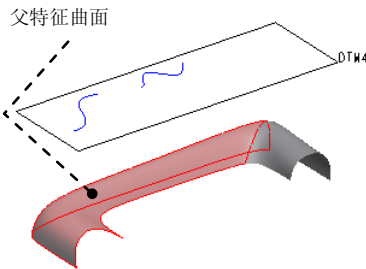

图 8.2.22 选择父特征曲面
Step6. 选择父特征曲面。在“下落”曲线操控板中单击 **参考** 按钮 ，在 **曲面** 区域中单击  单击此处添加项 字符，在系统  选择要进行放置曲线的曲面。的提示下，在图 8.2.22 中选取父特征曲面。